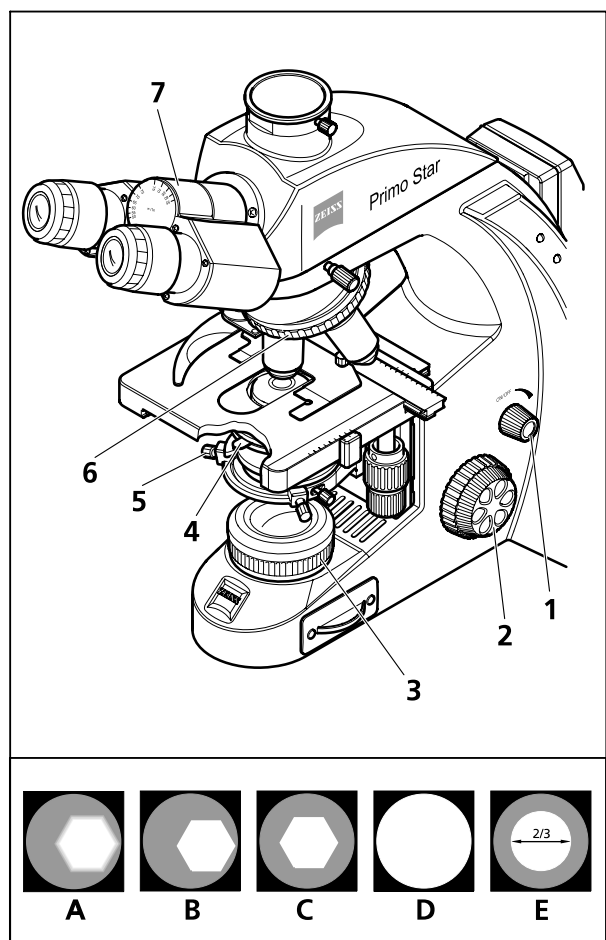

图 21 设置透射光明场
- 通过显微镜座架上的调节旋钮（图 21/1）设置照明亮度。
- 用物镜转换器上的滚花环(图 21/6)将 10X 物镜转进光路。
- 先注视双目镜筒(图 21/7)的一只目镜，通过聚焦驱动装置(图 21/2)对样品聚焦。
- 关闭视场光阑(图 21/3)直到视场（即使不清晰）是可见的(图 21/A)。
- 使用聚光器高度调节钮（图 16/22）调节聚光镜，直到视场光阑边缘充分清晰显现（图 21/B）。
- 使用聚光镜的调中螺丝(图 21/5)调中视场光阑(图 21C)，然后逐渐打开直到光阑边缘正好从视场(图 21/D)内消失。
- 调节孔径光阑（对比度）时，从目镜套筒中取下一个目镜，然后用肉眼向目镜套筒中观察。使用调节杆（图 21/4）将孔径光阑设置到物镜出射光瞳直径的约 2/3 至 4/5 处（图 21/E）。在绝大多数使用情况下，这样设置孔径光阑能够在几乎最理想的分辨率的前提下产生最佳的对比度，因此，也就最适合人眼观察。